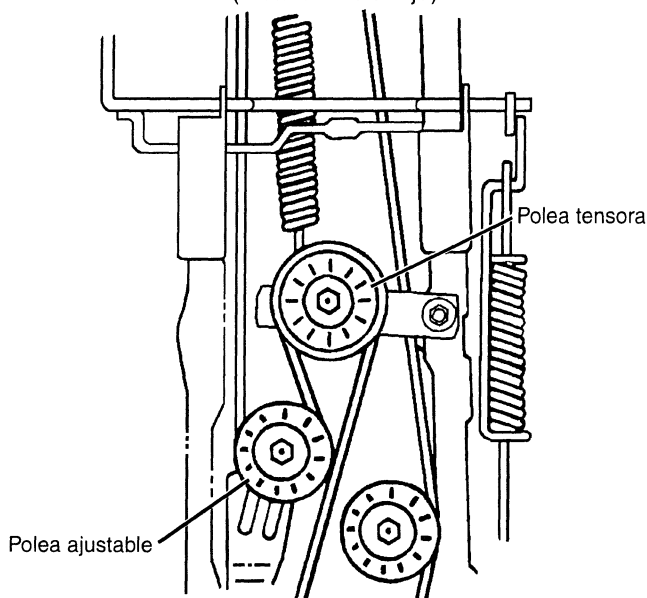

FIGURA 40
- Jale cuidadosamente más hacia atrás la polea tensora hasta que se pueda quitar la correa de la polea ajustable; en seguida, suelte poco a poco la polea tensora. (vea la Figura 40)